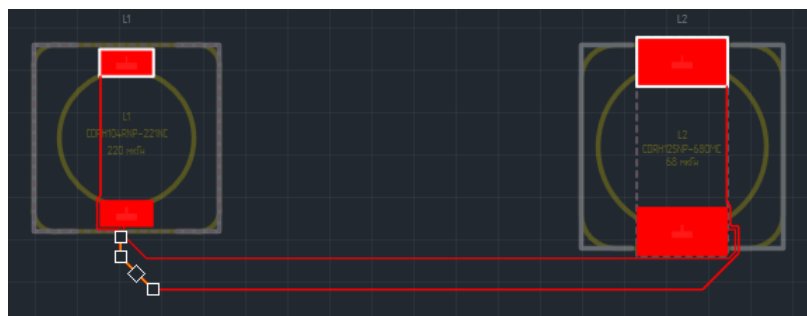

Рис. 351 Ручное изменение ширины зазора между треками
3. В ручном режиме переместить трек с учетом существующих элементов платы, увеличив ширину зазора, см. Рис. 351.